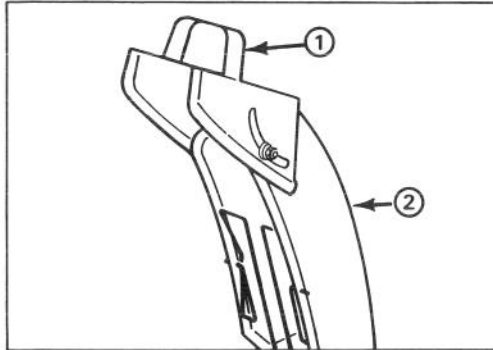

Abbildung 12
4. Langsam 0,62 Liter SAE 5W30 oder SAE 10 Öl in die Einfüllöffnung gießen (Abb. 12). Für den Motor ist ausschließlich hochwertiges HD-Öl der API-Klasse SC, SD, oder SE zu benutzen.
Griff am Ablenkblech (Abb. 12)—Der Ablenkblech-Griff sitzt oben am Auswurf und bestimmt die Schneeauswurfhöhe.
6. Den Rücklaufstarter (Abb. 12) langsam so lange herausziehen, bis Widerstand spürbar ist; dann den Motor mit einem kräftigen Armzug herumwerfen. Den Startgriff festhalten und das Seil langsam zurückgleiten lassen.